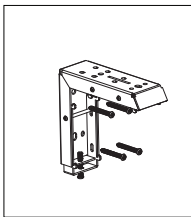
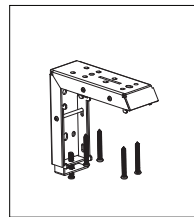

图2
图3
a. 木质墙壁或天花板安装：将4个 $\phi 6 \times 50$ 的自攻螺丝穿过安装架背部或顶部相对应的孔，使其固定在墙壁或天花板上。（如图2、图3）